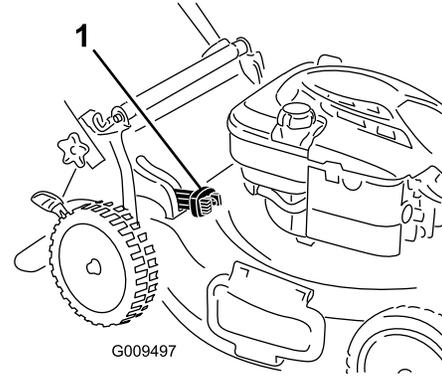

Figura 15
- Para ensacar los recortes de hierba y hojas, presione hacia dentro el botón de la palanca de ensacado a demanda y mueva la palanca hacia delante hasta que salga el botón de la palanca (Figura 15).